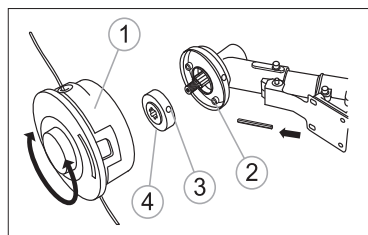

рис. 6
2. Задържайки пръта в мястото на намиране на отворите 2 и чашите 3 на редуктора и шайбата на фланца 4, завъртете бобината срещу часовниковата стрелка, до опора (рис. 6).